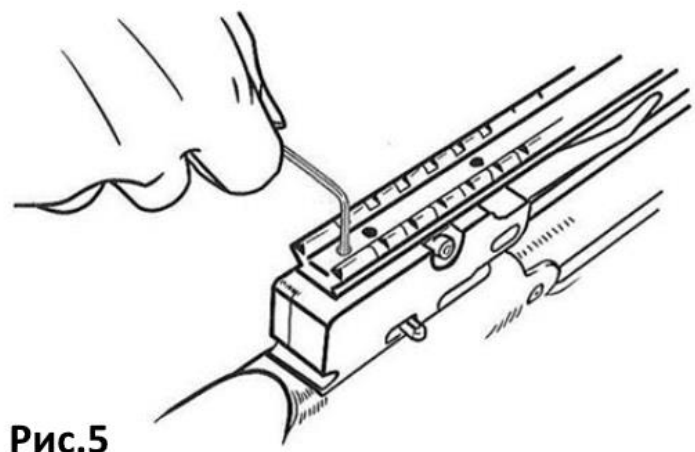

Рис.5
11. Прицельная планка арбалета регулируется по вертикали. Для этого найдите сверху прицельной планки два «колодца», внутри которых располагаются винты под шестигранник. При ослаблении двух винтов, планка будет свободно двигаться. После чего, ее можно будет установить в нужное положение, и снова зафиксировать двумя винтами (Рис.5).